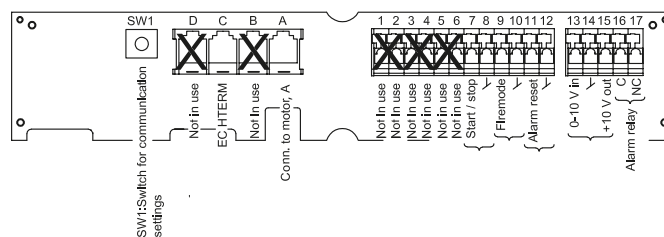
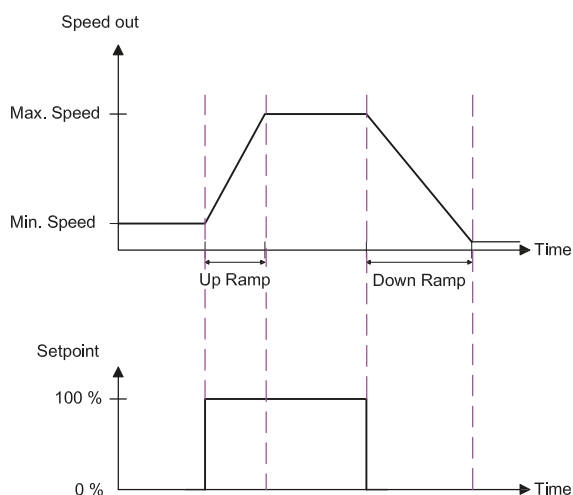

Fig. 1. Inkopplingslåda, översikt plintar
Fig. 2. Förhållande mellan hastighet och upp- och nedrampningstider
- Anslut styrsignalen 0 – 10 V DC från en extern regulator i inkopplingslådan på plint 13 (0 - 10 V in) och 14 (se fig. 1). Motorstyrningen reglerar hastigheten linjärt mellan 0 % och 100 % (100 % vid 9,5 V +/- 2 %), dock enligt de inställda tiderna för ramp upp och ramp ner, och begränsat till reglerområdet mellan lägsta och högsta varvtal (se fig. 2 och 3).
- Styrpotentiometern ansluts till inkopplingslådan på plint 13 (0 - 10 V in), 14 (↓) och 15 (+10 V out) (se fig. 1 och 4). Motorstyrningen reglerar hastigheten linjärt mellan 0 % och 100 %, dock enligt de inställda tiderna för ramp upp och ramp ner, och begränsat till reglerområdet mellan lägsta och högsta varvtal (se fig. 2 och 3).
- Start- och stoppsignalen ansluts till inkopplingslådan på plint 7 (Start/stop) och 8 (↓) (se fig. 1). Det ska vara en potentialfri digital kontakt. "Start-/stopp"-funktionen beskrivs i avsnitt 3. Funktion.
- Brandlågessignalen ansluts till motorstyrningens inkopplingslåda på plint 9 (Firemode) och 10 (↓) (se fig. 1). Det ska vara en potentialfri digital kontakt. Funktionen "Firemode" beskrivs i avsnitt 3. Funktion.
- Alarm Reset-signalen ansluts till motorstyrningens inkopplingslåda på plint 11 (Alarm reset) och 12 (↓) (se fig. 1). Det ska vara en potentialfri digital kontakt. Funktionen "Alarm Reset" beskrivs i avsnitt 3. Funktion.
- Motorstyrningen är försedd med en larmreläutgång med slutande funktion vid fel eller larm. Larmsignalen är märkt med "Alarm relay", och ansluts till inkopplingslådan på plint 16 (C) och 17 (NC) (se fig. 1). Det ska vara en potentialfri digital kontakt. Funktionen "Alarm Relay" beskrivs i avsnitt 3. Funktion.